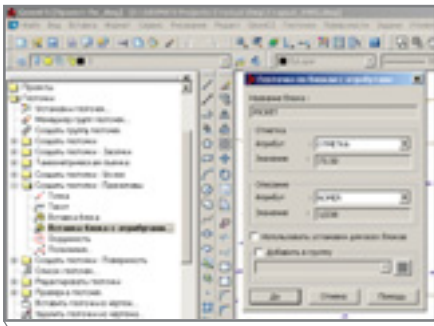

Рис. 23
9. Создаем геоточки по имеющимся в чертеже блокам. Для этого выбираем команду *Вставка блока с атрибутами* из раздела *Создать геоточки* → *Примитивы* (рис. 23). На запрос "Укажите блок" следует выбрать блок, отображающий в исходном чертеже точки с отметками, а в появившемся окне указать, из какого атрибута нужно взять отметку точки. После этого выбираем все соответствующие блоки опцией *По слою*.